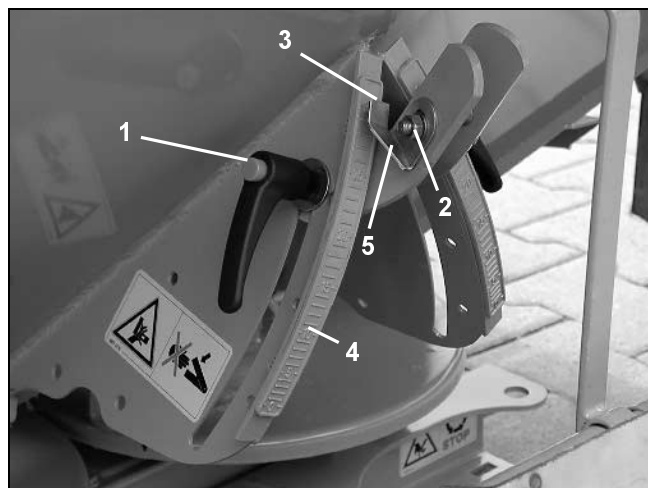

Fig. 49
- Klemboutl (Fig. 49/1) van de stelhendel losdraaien.
- Bevestiging van de wijzer (Fig. 49/2) losdraaien.
- Afleeskant van de wijzer (Fig. 49/3) op instelwaarde "11" van de schaalverdeling (Fig. 49/4) zetten en de wijzer (Fig. 49/5) in deze positie aan de instelhendel bevestigen.